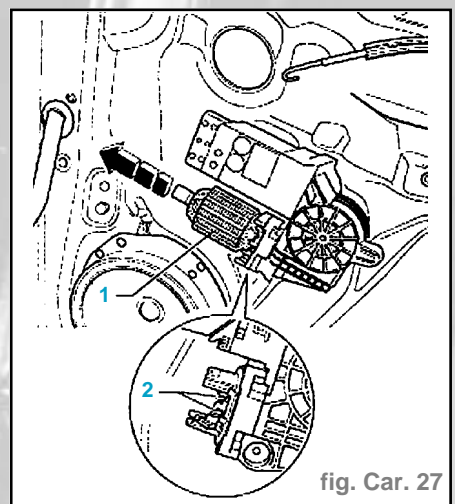

fig. Car. 27
- Extraire (flèche) l'induit (1) du moteur de lève-glace (fig. Car. 27).